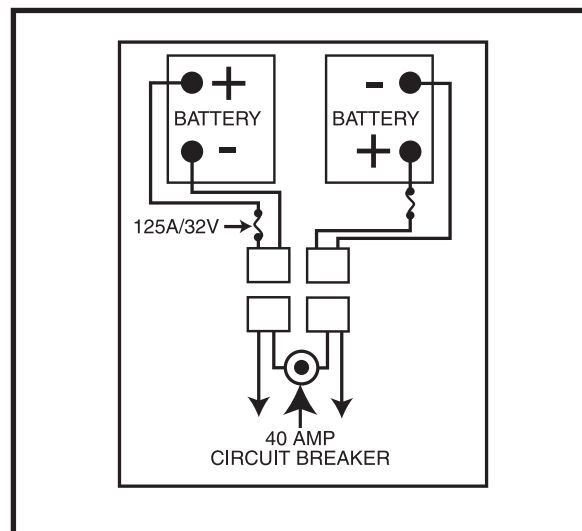

Figure 10. Remplacement des batteries
6. Placez une nouvelle batterie dans chaque puits en prenant soins d'aligner les bornes de la batteries droite près du mât de siège et les bornes de la batterie de gauche loin du mât. **Voir la figure 10.**